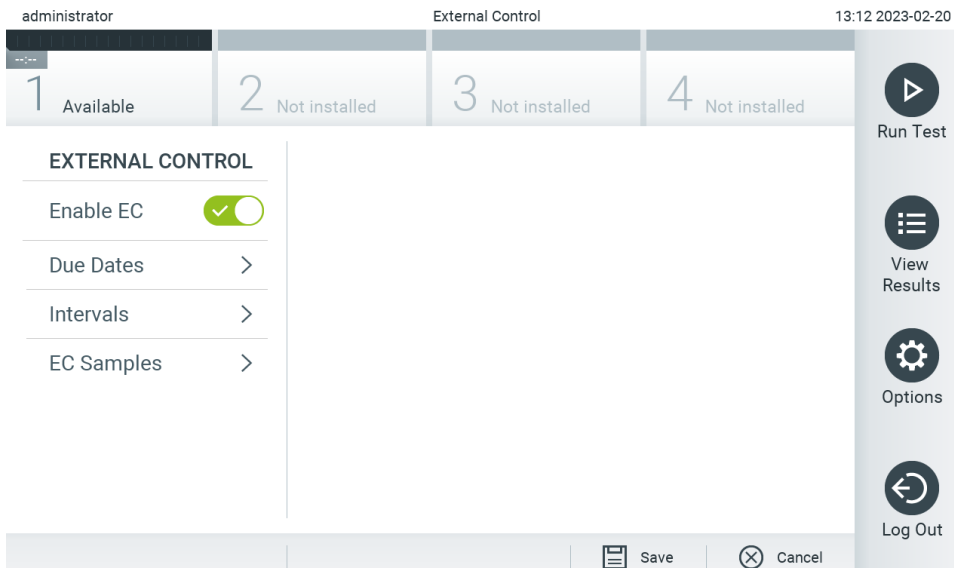

Abbildung 75. Der Bildschirm External Control (Externe Kontrolle).
Benutzer mit Rechten zum Löschen von Druckaufträgen können alle Druckaufträge löschen, um die Warteschlange zu leeren. Dies verhindert, dass alle Berichte in der Warteschlange gedruckt werden. Drücken Sie dazu die Schaltfläche **Delete All** (Alle löschen) unten auf der Seite (Abbildung 75).
6. Drücken Sie auf die Umschalttaste **Enable EC** (EC aktivieren), um die Funktion zu aktivieren (Abbildung 75).